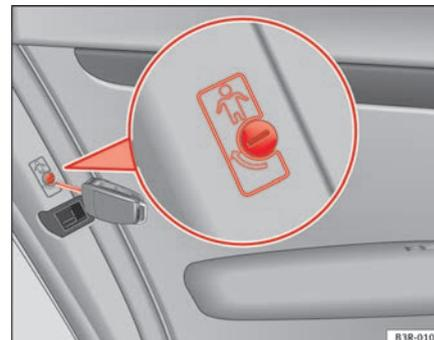

Fig. 75 Sécurité-enfants au niveau des portes arrière
- Tournez la clé dans le sens de la flèche ⇒ fig. 75.